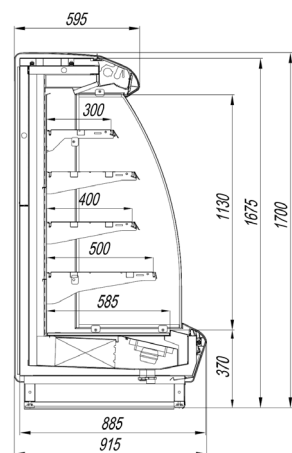

Рисунок 11. Витрина КВАРЦ МИНИ (Н 170)
- «КВАРЦ МИНИ», исполнения Н135, Н150, Н170 - пристенная среднетемпературная горка с короткой крышей, высотой 1350мм, 1500мм, 1700мм и шириной основания 915мм (рисунок 11);